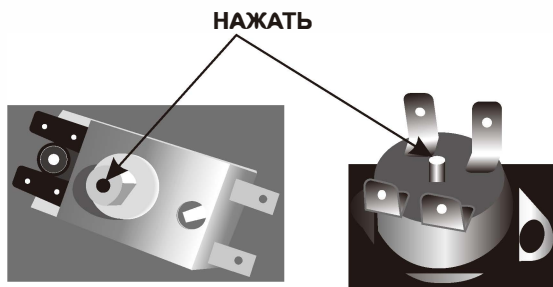

Рис.1
- ✓ нажмите на кнопку (Рис.1), расположенную на термовыключателе, для приведения водонагревателя в рабочий режим;